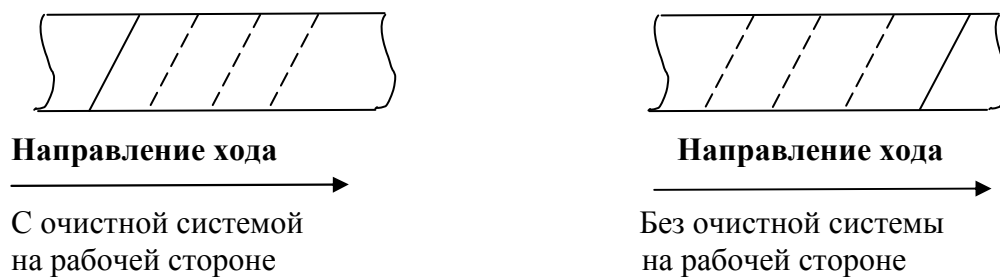

Рисунок 4 - Рекомендуемое направление ступеней
3.1.3 До начала нанесения разметки необходимо выбрать направление ступеней в зависимости от того, имеются или нет очистные системы на конвейерной установке (Рисунок 4).